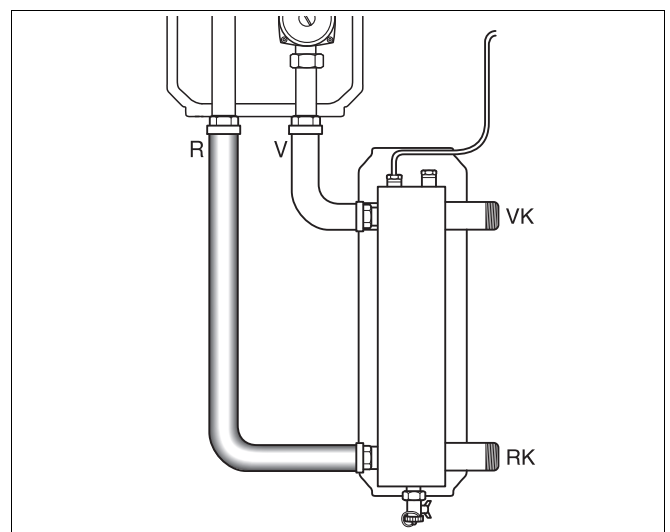

Рис. 10 Монтаж без HKV 2 DN 25 слева от котла
- При монтаже гидравлической стрелки DN 25 без HKV 2 DN 25 трубы подающей и обратной линий подсоединяются непосредственно к подающей и обратной линиям комплекта подключения отопительного контура HS 25 или HSM 20/25 (рис. 10).